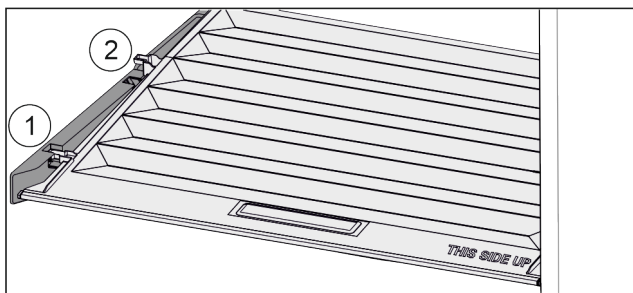

Fig. 34
- ▶ Издърпайте напред Fig. 34 (1) капака до отвора в задържащите части.
- ▶ Повдигнете го отзад отдолу и отстранете Fig. 34 (2) нагоре.